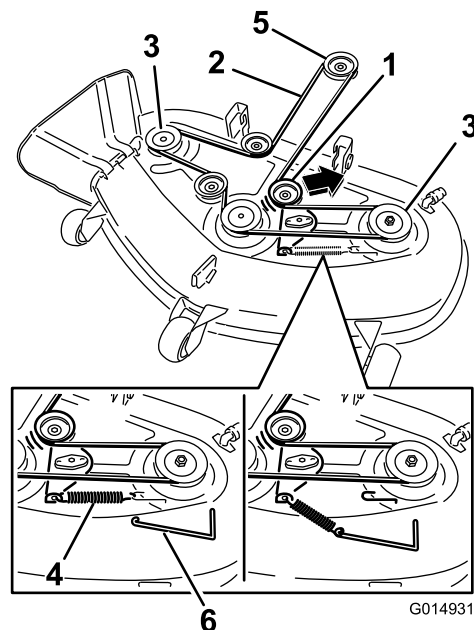

Figure 64
5. À l'aide d'un outil de dépose de ressort (réf. Toro 92-5771), décrochez le ressort du crochet sur le tablier pour détendre la poulie de tension et déchaussez la courroie des poulies (Figure 64).
6. Acheminez la courroie neuve autour de la poulie du moteur et des poulies du tablier de coupe (Figure 64).
7. À l'aide d'un outil de dépose de ressort, accrochez le ressort au crochet situé sur le tablier pour tendre la poulie de tension et la courroie du tablier de coupe (Figure 64).